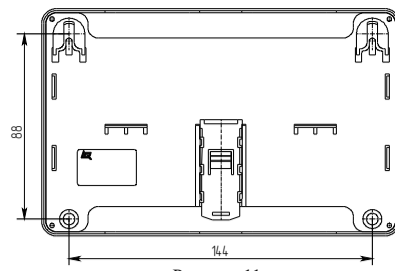

Рисунок 11
- при установке на стену (Рисунок 11):